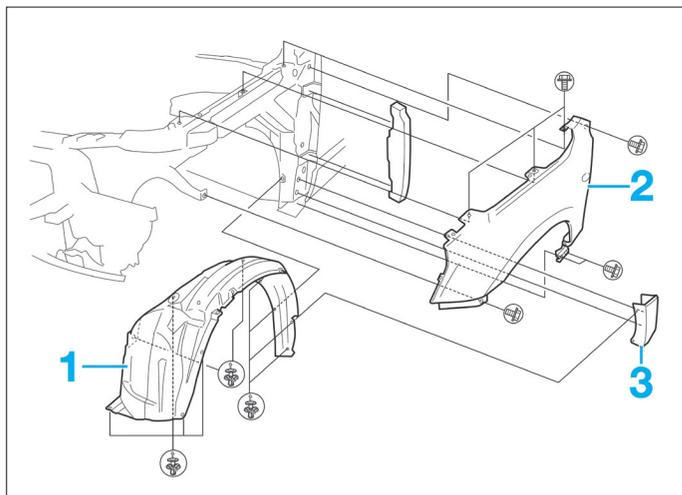

FIG. 12
- le pare-boue avant (1) (Fig. 12).
- le répartiteur d'aile (2).
- l'enjoliver (3) du montant inférieur.
- Déposer les trois vis de fixation inférieure situées derrière l'enjoliver (3).